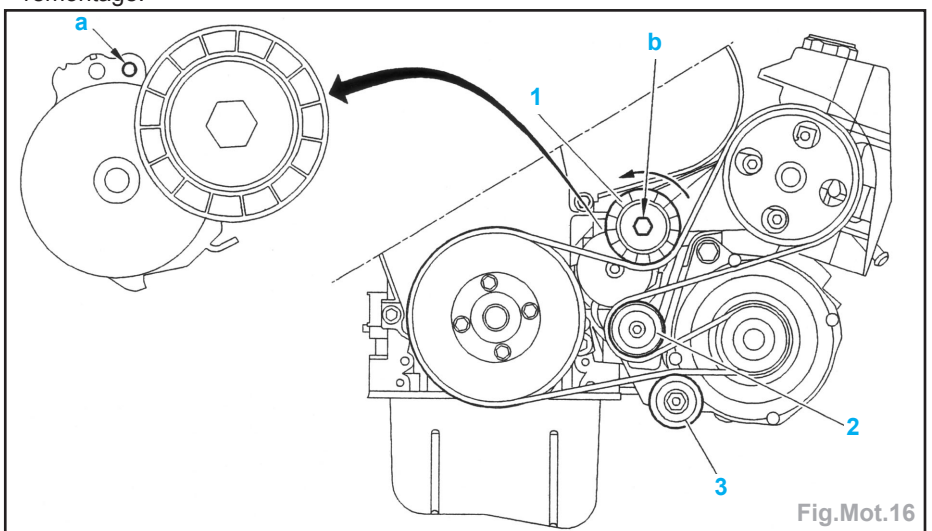

Fig.Mot.16
- Comprimer le galet tendeur dynamique (1) en agissant en «b» à l'aide de l'outil [1] (sens anti-horaire) (Fig.Mot.16).